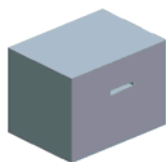

图 13.13 着色后的体积块
(1) 在系统  **为分割工件选择分型面** 的提示下，在模型中滑块分型面的位置右击，从系统弹出的快捷菜单中选择 **从列表中拾取** 命令。
(2) 在“从列表中拾取”对话框中选取 **面组:F8 (SLIDE_PS)** 分型面，然后单击 **确定 (O)** 按钮。
(3) 单击“选择”对话框中的 **确定** 按钮。
Step5. 系统弹出“属性”对话框,在该对话框中单击 **着色** 按钮,着色后的模型如图 13.13 所示。然后在对话框中输入名称 `body_vol`,单击 **确定** 按钮。